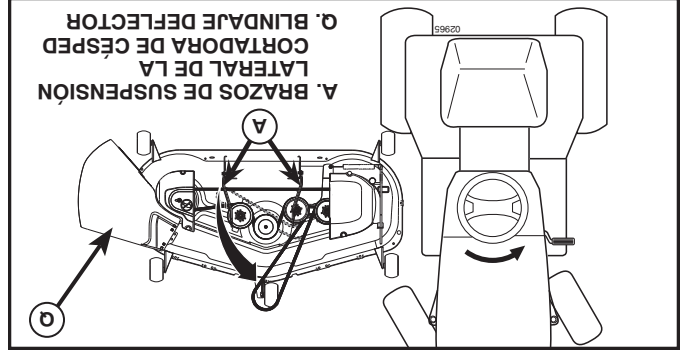

Fig. 26
4. DESLICE LA CORTADORA DE CÉSPED DEBAJO DEL TRACTOR (Vea Fig. 26)
• NOTA: asegúrese de que los brazos de suspensión lateral de la cortadora de césped (A) estén orientados hacia adelante antes de deslizar la cortadora de césped debajo del tractor.